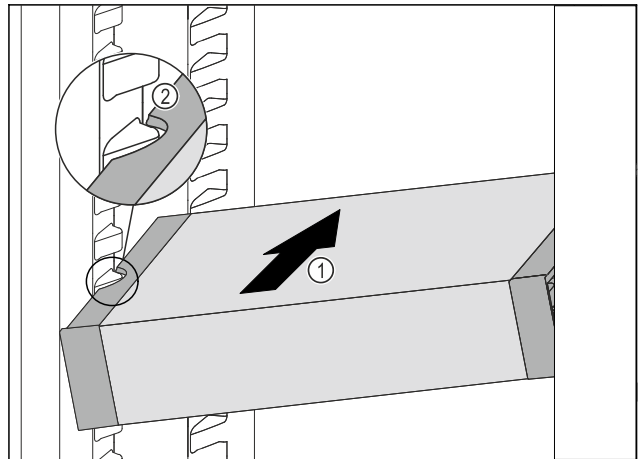

Fig. 176
- ▶ VarioSafe schräg in das Kühlteil einschieben Fig. 176 (1), bis sich die seitlichen Aussparungen Fig. 176 (2) des VarioSafes auf Höhe der Behälterrippe im Kühlteil befinden.